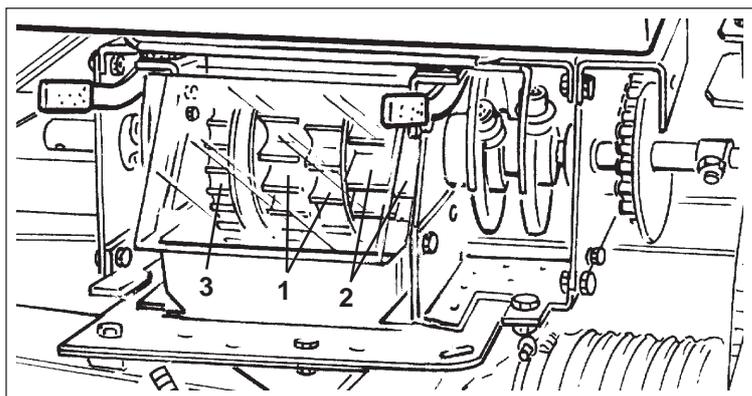

Fig. 20.2
En función de la cantidad de semilla a distribuir, la presión del aire se debe situar entre 25 y 35 mbar o entre 35 y 45 mbar. Sacar de la tabla de la fig. 20.2 (Cap. 20) la presión a utilizar.
- una rueda de siembra principal de color blanco (fig. 20.2/1)
- una rueda de siembra principal de color naranja (fig. 20.2/2) y
- una rueda de siembra fina de color rojo (fig. 20.2/3).